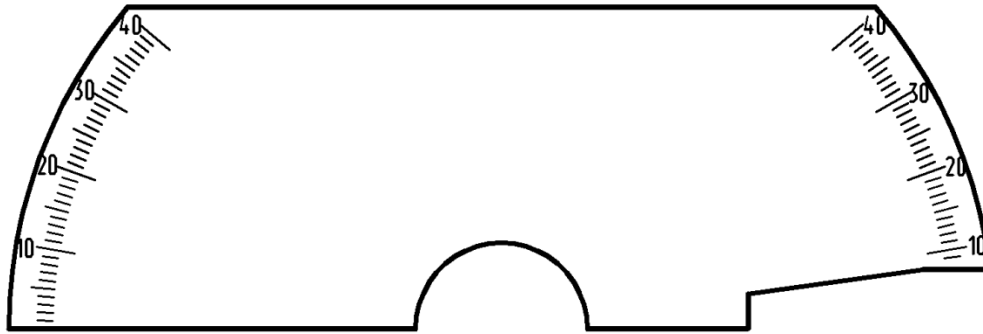

Abb. 80. Sektor
1. Sektor 24-F-74784.001 (Abb. 80).